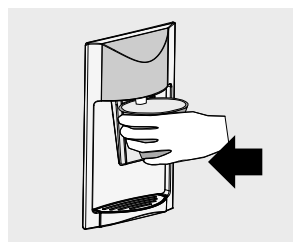

Figura 31
- Para utilizar el dispensador haga presión hacia adentro con el vaso sobre la válvula, después de llenar la cantidad de agua requerida mantenga el vaso por 2 segundos más sin presionar para evitar goteos. (Figura 31).